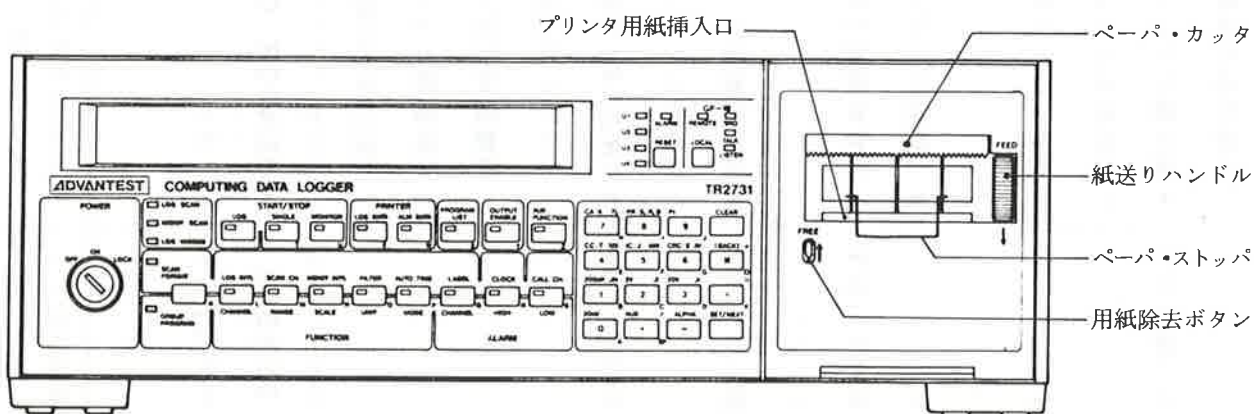

図3-57 プリンタ用紙の交換方法
本器がお手元に届きましたら、〔図3-57〕を参照して付属のプリンタ用紙をセットして下さい。プリンタ用紙を入れない状態でプリンタを動作させますと、プリンタを痛めることがありますので注意して下さい。プリンタ用紙の交換は、用紙のなくなる1m前から、両サイドに赤印が印刷されていますからこの印を目安にして交換して下さい。
- ④ プリンタ用紙の先端を、紙切れ検出装置のピン間を通し、プリンタ用紙挿入口から挿入しながら **FEED** ハンドルを矢印の方向に回します。
- ⑤ プリンタ用紙収納ケースからプリンタ用紙挿入口の間の用紙にたるみを持たせるよう [図 3-57] 注意して下さい。